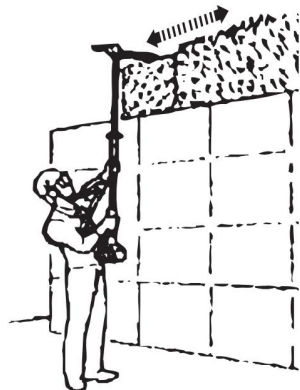

Fig. 61
7. Avancez lentement le produit lorsque vous coupez une haie plus haute et que la zone de coupe est hors de vue (Fig. 61).